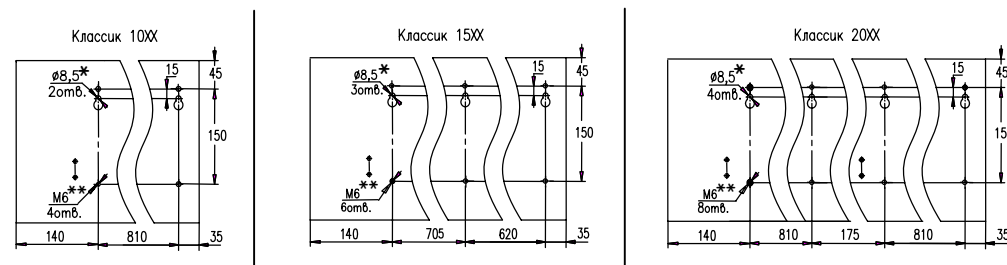

Рис. 2. Схемы расположения мест крепления (вид сзади)
- 6.5 Для крепления на стене в задней стенке завесы предусмотрены отверстия под саморезы диаметром 8,5 мм (см. Рис.2), а для крепления пульта управления в нем предусмотрены два отверстия диаметром 5 мм для саморезов диаметром 4 мм.